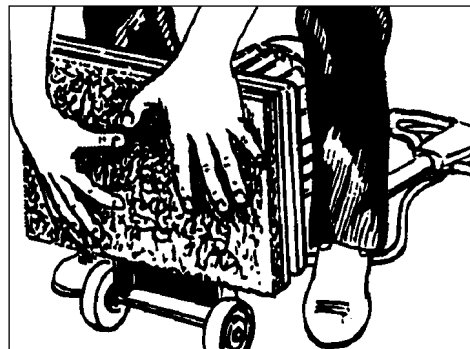

Figura 3
- d.) Spingere il cuscinetto contro la superficie di presa fino ad inserire tutti i ganci nel cuscinetto, come mostra la Figura 3.